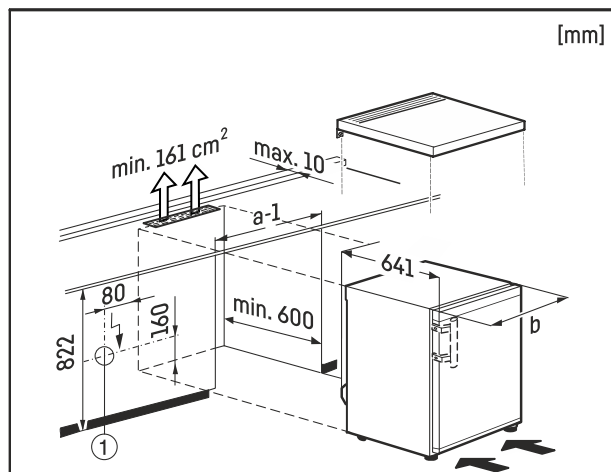

Fig. 8
Kontaktligzdai Fig. 8 (1) jāatrodas ārpus ierīces aizmugures sienas un jābūt viegli pieejamai.